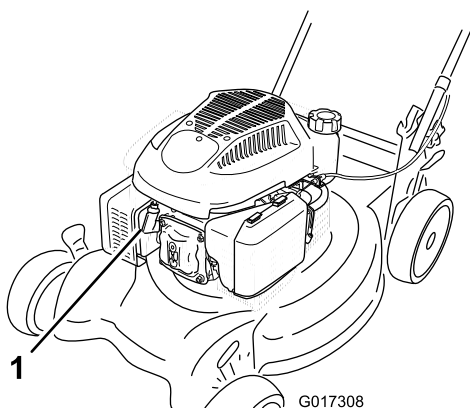

Figure 24
2. Débranchez la bougie (Figure 24) avant de procéder à un quelconque entretien.